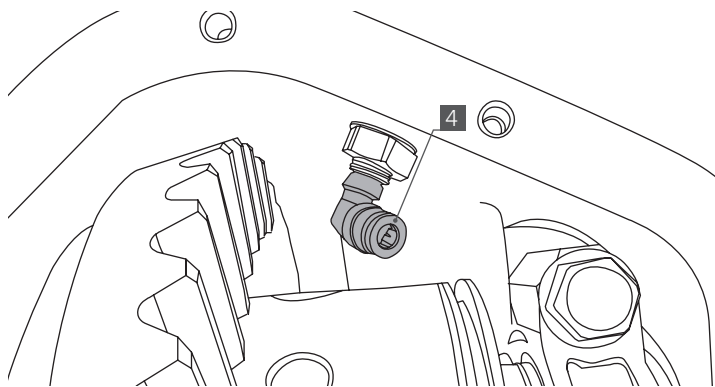

Рис. 7
5. Вверните фитинг угловой [4] с внутренней стороны картера моста (**Рис. 7**).